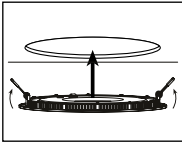

Рис.3
- Установите светильник в установочное отверстие. (Рис.3)